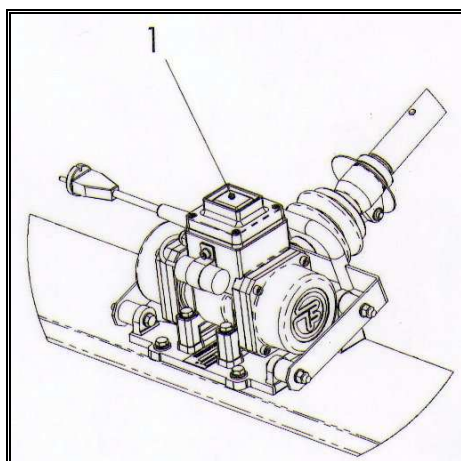

Fig. 1.8-1
- 3º.- Asegurarse que la posición del interruptor de arranque, **Pos. 1** situado encima de la caja de conexiones del motor está en posición "0". (Véase Fig. 1.8-1).